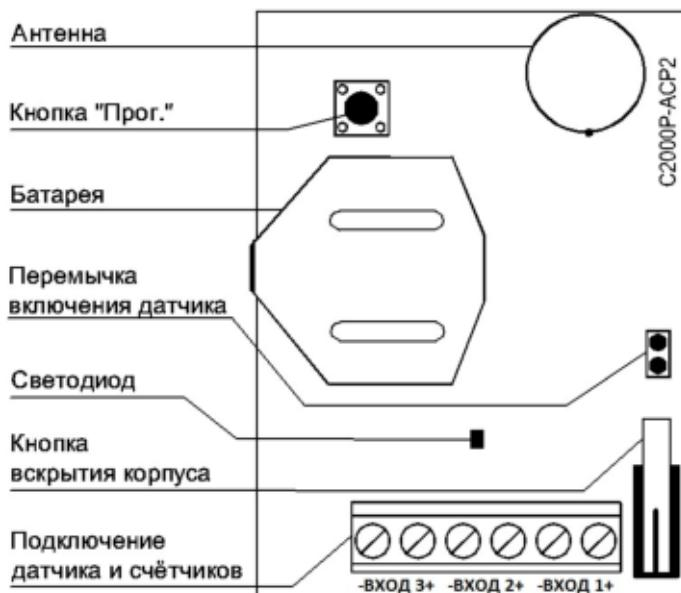

Рисунок 11.12
*Для перехода в этот режим следует запустить «Конфигуратор C2000P» (см. Раздел 8) и выполнить короткое нажатие кнопки вскрытия корпуса на плате ACP2 (см. Рисунок 11.12).*
Тест качества связи запускается посредством короткого нажатия на кнопку «Прог.» (см. Рисунок 11.12). Процедура длится 60 секунд, при этом подаётся световая индикация, соответствующая текущим результатам тестирования (см. Таблицу 11-25).